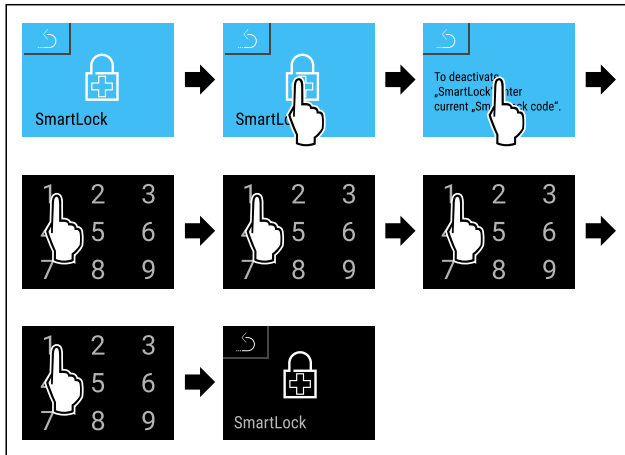

Fig. 84
- ▶ Seguir los pasos de procedimiento (consulte Fig. 84).